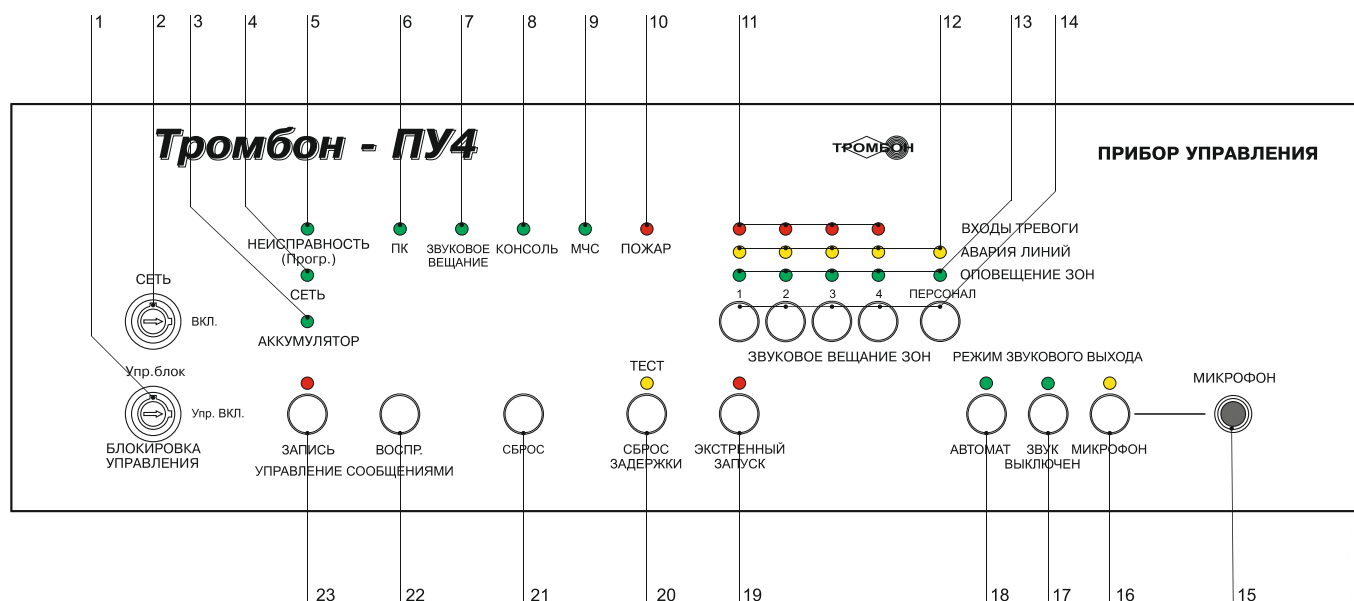

Рис. 1. Внешний вид ПУ «Тромбон – ПУ-4» и расположение органов управления и индикации.
4. Любые другие значения сопротивления линии связи, воспринимаются Прибором как авария линии связи с ППКП. На передней панели Прибора зажигается индикатор аварии линий (рис. 1, поз. 12) соответствующий номеру неисправной линии и периодически издает звук зуммера.
Основной режим работы Прибора. В этом режиме все реле Прибора выключены, питание на усилитель мощности не подается. В «Дежурном режиме» Прибор выполняет контроль входов пожарной сигнализации, входа МЧС и контроль линий связи с оповещателями. В «Дежурном режиме» работы на передней панели Прибора горят индикаторы «Сеть», «Аккумулятор» и «Автомат» (рис. 1, поз. 4, 18).
В режиме «Звуковое вещание» выполняется трансляция сигналов, поступающих на линейный вход Прибора в любые зоны по выбору оператора. Вход в режим «Звуковое вещание» и выбор зон выполняется нажатием кнопок «Звуковое вещание зон» (рис. 1, поз. 14).
При включении режима «Звуковое вещание» зажигаются индикаторы «Звуковое вещание» и «Оповещение зон» (рис. 1, поз. 7, 13).